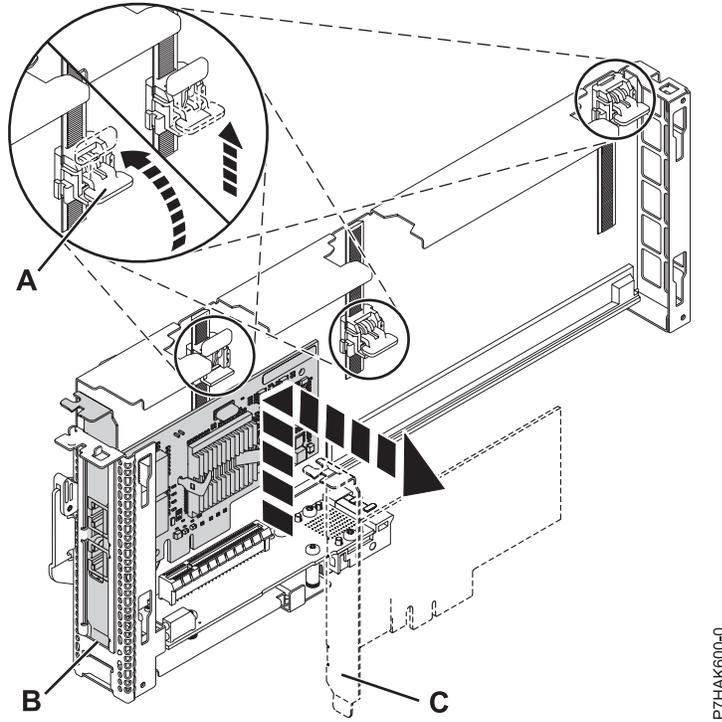

Figure 22. Retrait de la carte de la cassette de cartes PCI
- a. Déverrouillez les crochets de retenue de la carte en faisant tourner les pattes de retenue (A) pour les mettre en position horizontale. Voir figure 22, à la page 29.